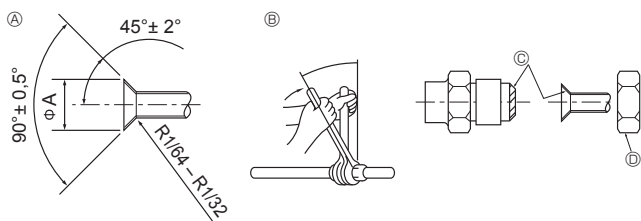

Fig. 3-1
3.1. Connexion des tuyaux (Fig. 3-1)